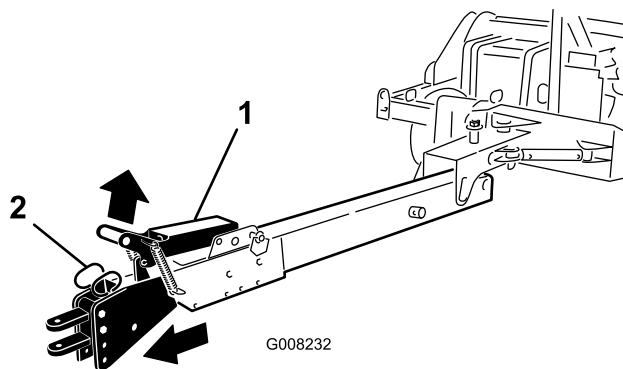

Figura 22
- Sollevate sulla maniglia di chiusura (Figura 22).
- Guidate lentamente il veicolo in avanti finché il gancio non è bloccato in posizione (Figura 22).
7. Per allungare il gancio, sollevate la maniglia di chiusura e fate retrocedere lentamente il veicolo finché il gancio si blocca in posizione (Figura 22).